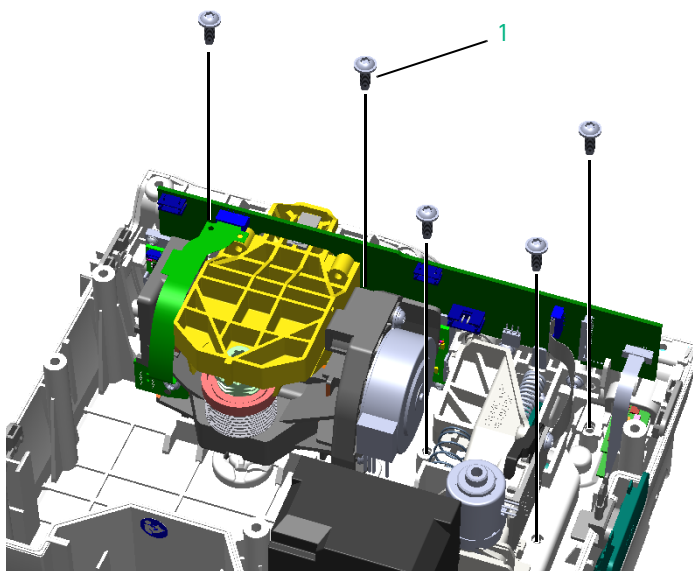

Fig. 3 - 29
2. Unthread the ESD wire (Fig. 3 - 28 / Item 1).